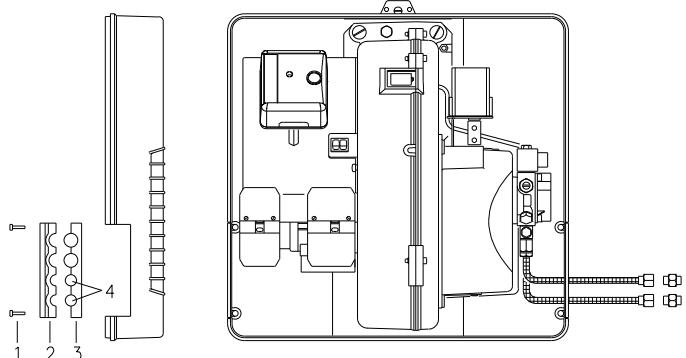

Fig. 17
- extraer los tornillos 1)(Fig. 17), abrir la plaqüeta en las partes 2)- 3), y extraer el fino diafragma que cierra los dos orificios 4).